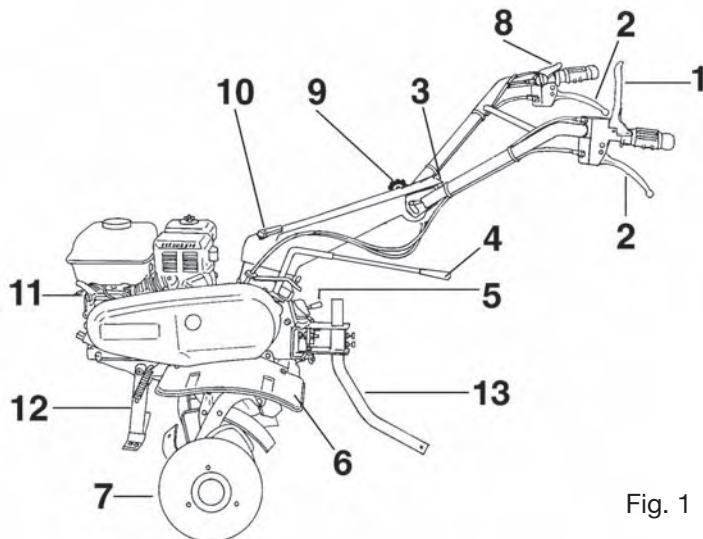

Fig. 1
(Rys. 1)
W celu zatrzymania obrotu walca w dowolnej chwili należy zwolnić dźwignię sterowania walcem kopającym (Rys. 1, det. 1) (urządzenie przeciwwypadkowe)
- po uruchomieniu silnika oprzeć noże o ziemię i, mocno trzymając kopaczkę mechaniczną, zagłębić w ziemi lemiesz (Rys. 1, det. 13).
- pociągnąć dźwignię (Rys. 1 det. 1) na dyszlu aby zagłębić walec w ziemi